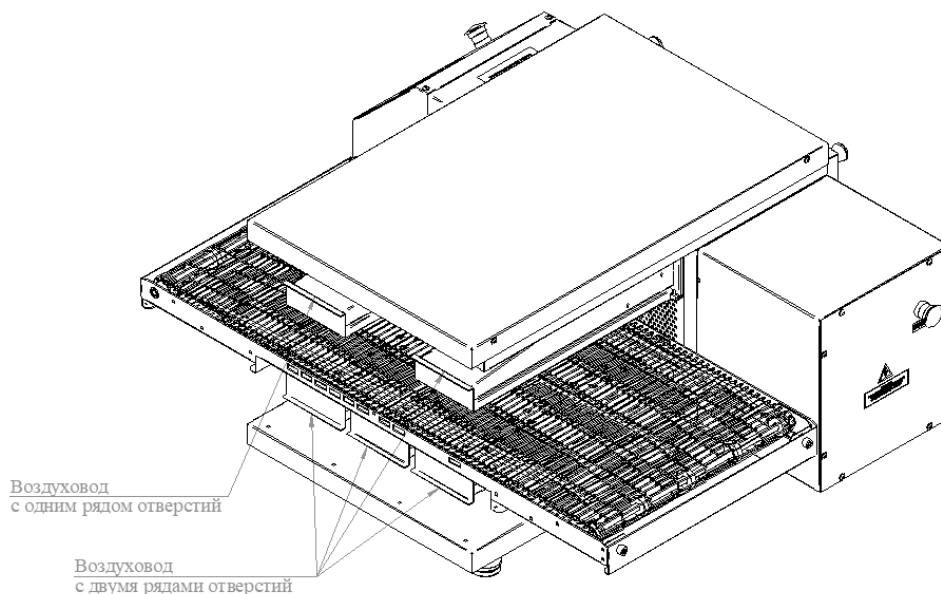

Рис. 13
7. Установить все снятые элементы в обратной последовательности. Заводская схема установки воздуховодов указана на Рис. 13.